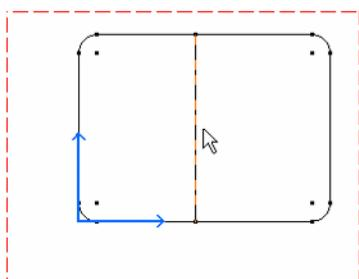

Fig.12. Selectarea liniei
- Se selectează elementul de translatat (de exemplu, linia anterioră desenată, fig.12);